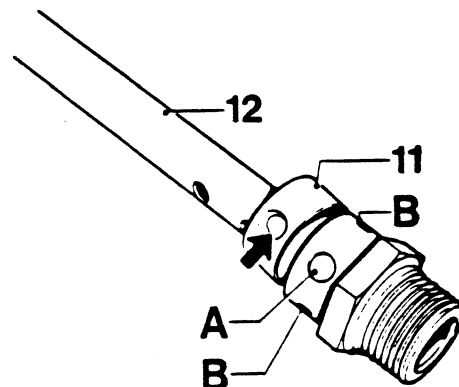

Fig. 7
2. Bij montage van by-pass ventiel 11 op centrale bout 12 moet er goed op gelet worden dat de nok op ventiel 11, zie de pijl in Fig. 7, precies valt in het blinde gat A in centrale bout 12. De nok mag in geen geval één van de open gaten B in de centrale bout afdichten. Dit zal ertoe leiden dat de retourdruk in het systeem te hoog zal oplopen.